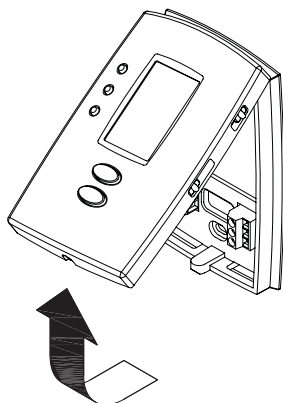

Figure 1
- ❶ Desserrer la vis de blocage au bas du thermostat. Noter que la vis est captive et ne peut pas être enlevée de la plaque murale.
- ❷ Séparer le thermostat de la plaque murale selon la figure 1.
- ❸ Placer la plaque murale contre le mur et marquer au crayon l'emplacement des trous.